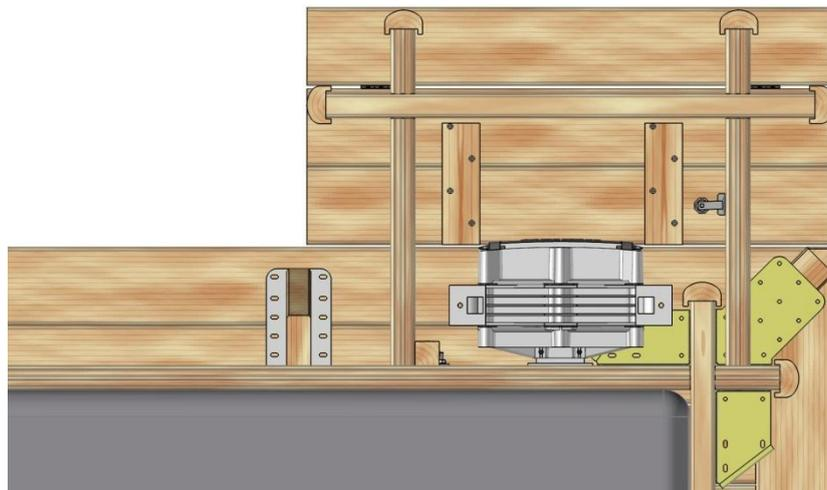

Abb. 60 – Blick von unten – Position des Kastens
Stellen Sie die beiden 626 cm langen (1) Lamellen, aus denen sich die Breiten des Kastens auf dem Boden zusammensetzen, gegen das Becken, genau da, wo sie positioniert werden sollen (Abb. 60), und setzen Sie dann die 905 cm lange (3) Lamelle für die Länge an den Ecken ein. Montieren Sie die folgenden Reihen, indem Sie regelmäßig die Rechtwinklichkeit und die Höhe der Wand überprüfen. Achten Sie darauf, dass die Lamellen vollständig ineinander greifen. Mit den Lamellen 2 und 5 abschließen.